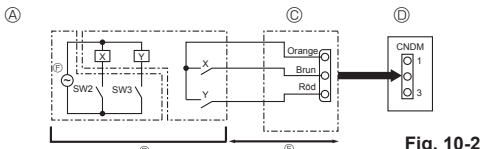

Fig. 10-2
10.2. Behovsfunktion (ändring på plats) (Fig. 10-2)